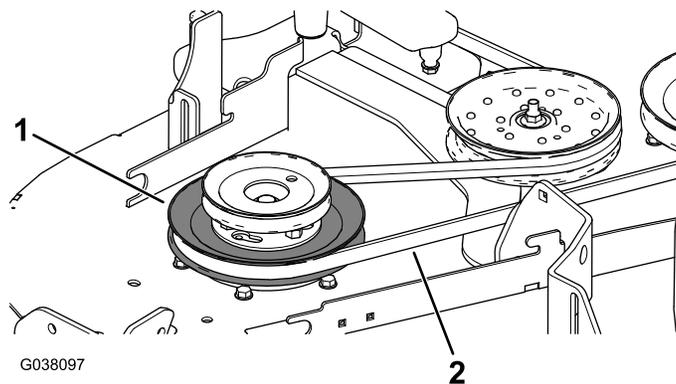

Figura 30
6. Instale la correa del cortacésped alrededor de la polea inferior de la polea doble (Figura 30).